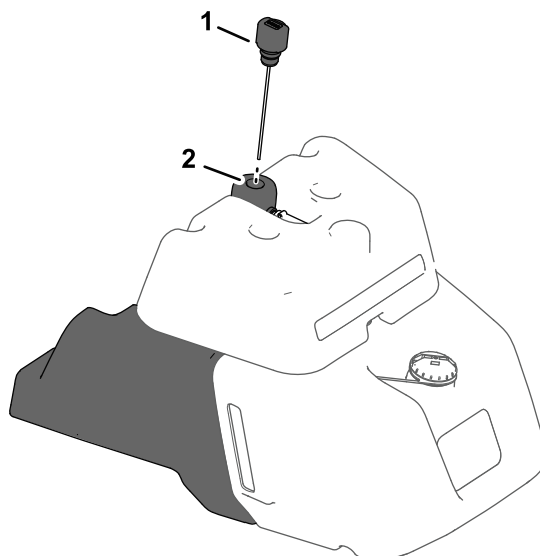

Figura 38
- Se o depósito da sua máquina estiver equipado com indicador de combustível na parte lateral, localize a vareta na parte superior do depósito detetor de fugas (Figura 38) e passe para o passo 5.